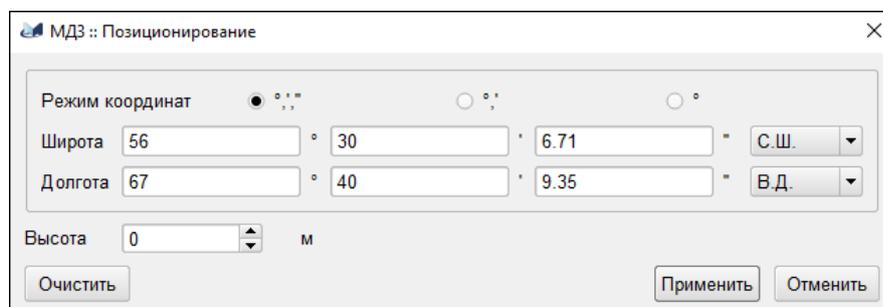

Рис. 85
6.6.4. Станциям на карте географические координаты могут быть назначены вручную с помощью пункта *"Позиционирование"* контекстного меню станции. При выборе данного пункта меню будет открыто диалоговое окно настройки географических координат станции, как показано на рис. 85.